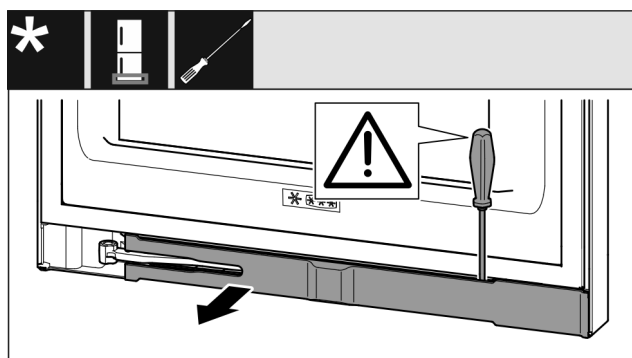

Fig. 13
- 使用带槽螺丝刀松开隔板并把它转到一边 Fig. 13 ()。